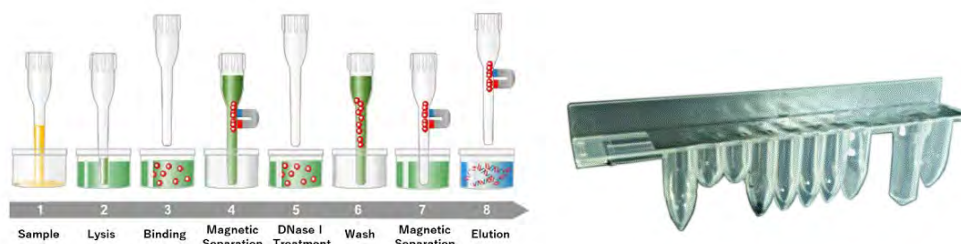

Figura 1-7: Principio di estrazione dell'RNA e cassetta di estrazione ELITE InGenius SP RNA
- Il set di reagenti è stato ottimizzato per l'isolamento di acidi nucleici da campioni di 200 μ L. (Figura 1-7: ELITE InGenius – SP RNA Cartuccia e principio di estrazione).